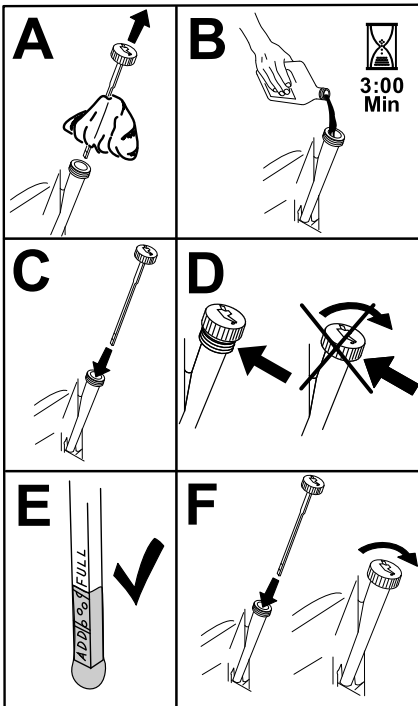

Figure 34
8. Versez lentement environ 80 % de l'huile spécifiée dans le tube de remplissage, puis faites l'appoint lentement pour faire monter le niveau jusqu'au repère maximum (Full) (Figure 34).